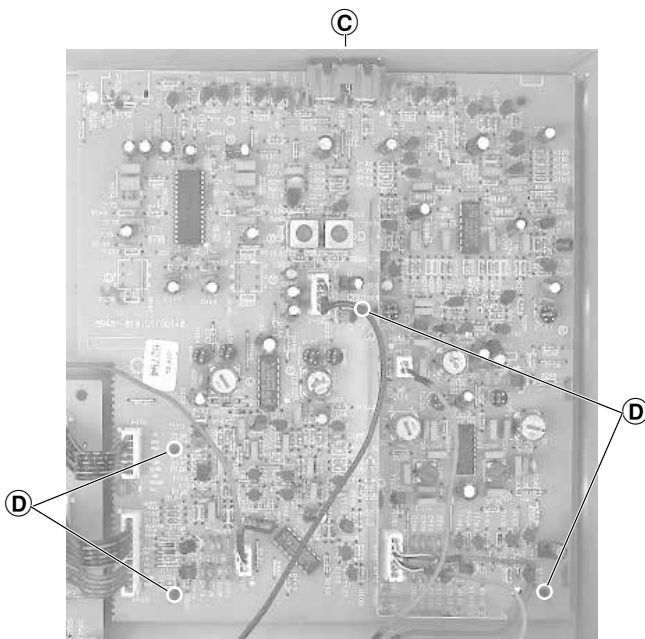

Fig. 2
- 4 Plattenhalter **D** (Fig. 2) ausrasten und Leiterplatte herausnehmen.
- Unhook the 4 board holders **D** (Fig. 2) and remove the circuit board.